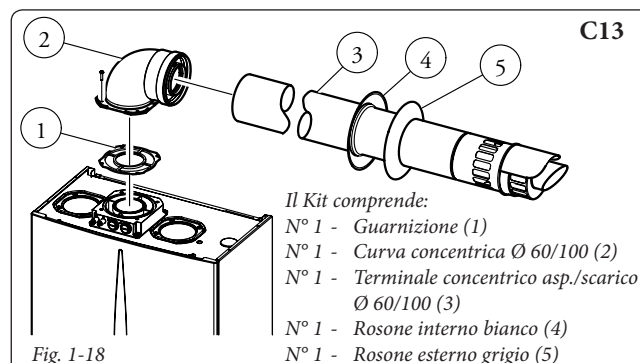

Fig. 1-18
Questo terminale permette l'aspirazione dell'aria e lo scarico dei fumi direttamente all'esterno dell'abitazione. Il kit orizzontale può essere installato con l'uscita posteriore, laterale destra e laterale sinistra. Per l'installazione con uscita anteriore è necessario utilizzare il tronchetto ed una curva concentrica ad innesto in modo da garantire lo spazio utile per effettuare le prove richieste dalla legge all'atto della prima messa in servizio (Fig. 1-18 ÷ 1-19).
Kit orizzontali di aspirazione - scarico Ø 60/100. Montaggio kit (Fig. 1-18): Installare la curva con flangia (2) sul foro centrale della caldaia interponendo la guarnizione (1) (*che non necessita di lubrificazione*) posizionandola con le sporgenze circolari verso il basso a contatto con la flangia di caldaia e serrare con le viti presenti nel kit. Innestare il tubo terminale concentrico Ø 60/100 (3) con lato maschio (liscio), nel lato femmina della curva (2) sino a portarlo in battuta, accertandosi di avere già inserito il relativo rosone interno ed esterno, in questo modo si otterrà la tenuta e la giunzione degli elementi che compongono il kit.